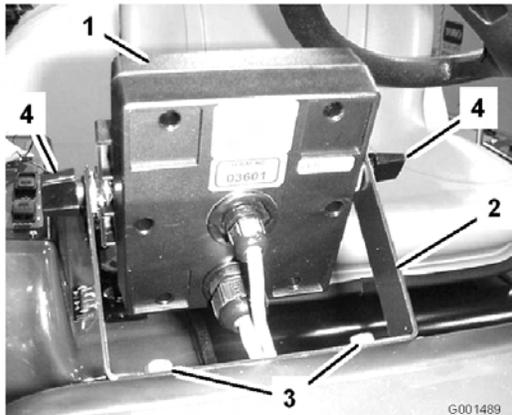
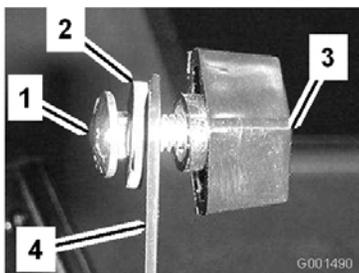

Figura 5
Figura 6
- Instale o suporte do monitor no painel (Figura 5) com os 2 parafusos de cabeça flangeada (1/4 x 3/4 pol.) e 2 porcas flangeadas (1/4 pol.).
- Coloque no suporte, sem apertar, os 2 parafusos de carroçaria, as anilhas de borracha e os manipuladores como mostram as ilustrações da Figura 5 e Figura 6.
- Instale o monitor Spray Pro por cima das cabeças dos parafusos da carroçaria (Figura 5) e aperte os manipuladores para fixá-lo.